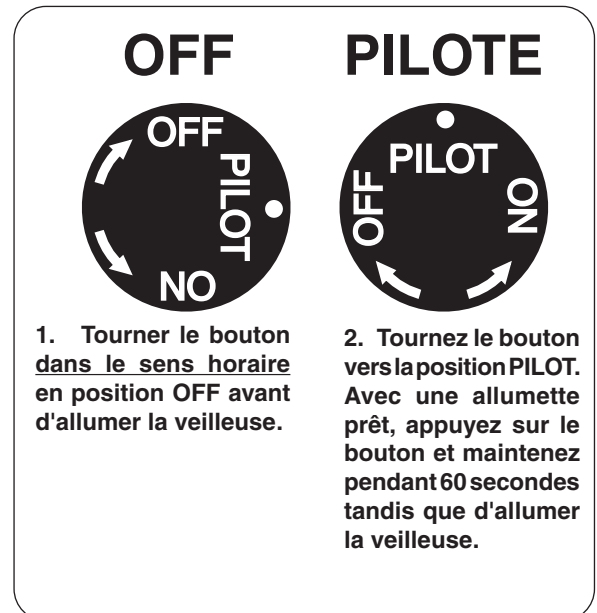

Fig. 26-1 Détail bouton de commande (OFF, PILOTE)
1. Localiser la vanne sur le côté de l'appareil. Appuyer sur le bouton légèrement de contrôle du gaz et tourner dans le sens horaire à **OFF** (Fig. 26-1).
2. Tournez le bouton de réglage dans le sens antihoraire pour **PILOTE** (Fig. 26-1). Appuyez sur le bouton de commande **fermement et pleinement** enfoncée. Mantenga partido largo chimenea o un encendedor cerca del termopar a encender el piloto. Continúe a tenir le bouton de commande pendant environ 60 secondes après que le pilote est allumé, puis relâchez le bouton. Le pilote reste allumé.